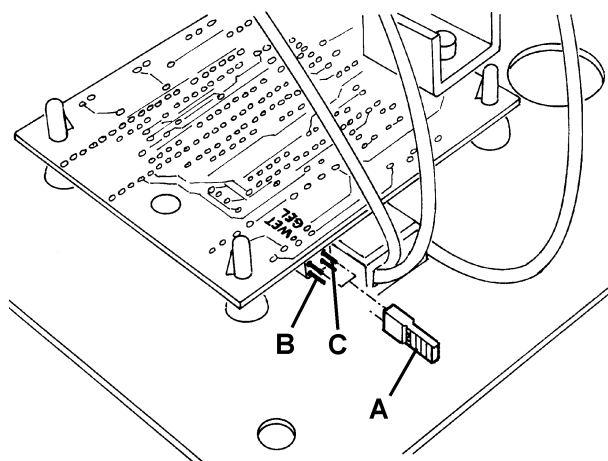

Figure 1
1. Tourner la clé de contact (61) sur "0".
2. Ouvrir le coffre (7).
4. Vérifier que le connecteur (33) des batteries est débranché.
5. Fermer le coffre (7).
6. Déposer les vis (68) et le tableau (69) avec soin.
7. Positionner la barrette (A, Fig. 1) sur les connecteurs WET (B) pour batteries au plomb ou sur les connecteurs GEL (C) pour batteries au gel.
8. Reposer le tableau (69) et serrer les vis (68).
9. Brancher le connecteur (33) des batteries.